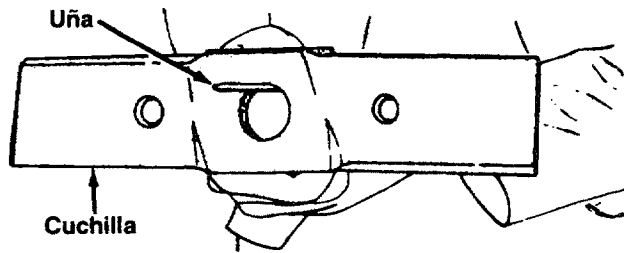

FIGURA 20.
- Puede probarse la cuchilla para equilibrio equilibrándola sobre un destornillador redondo de eje o uña. Quite metal del lado pesado hasta que esté equilibrada igualmente. Vea la figura 20.